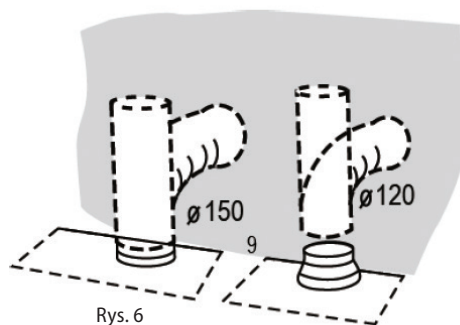

Rys. 4
4. Wywierć otwory i przymocuj okap kuchenny, jak pokazano na Rys. 4.
7. Do zawieszono okapu kuchennego podłącz dolną i górną część komina (Rys. 4). Górną część wysuń do wymaganej wysokości i na ścianie zaznacz otwory do przymocowania uchwytu górnej części komina. Następnie zdejmij dolną i górną część komina.
8. Wywierć otwory i przymocuj uchwyt górnej części komina, jak pokazano na Rys. 4.